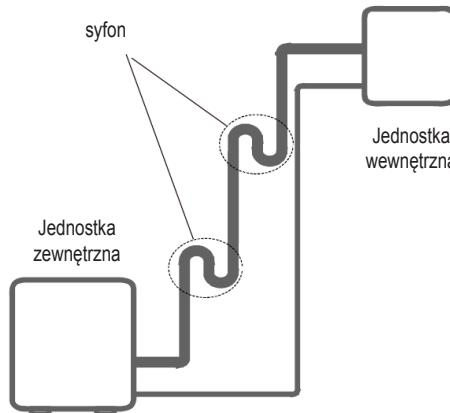

fig. 4 -
**Jednostka zewnętrzna umieszczona niżej, a jednostka wewnętrzna wyżej ("fig. 4 -").**